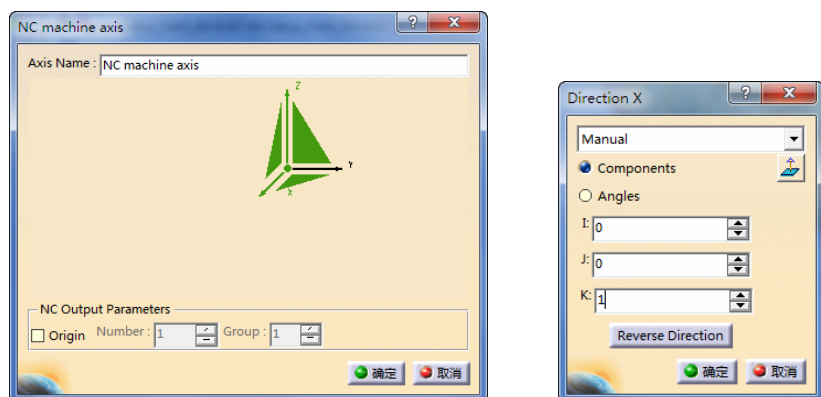

图 7-8 X 轴方向设定（1）
- 单击对话框中的 X 轴，系统弹出“Direction X”对话框，设置 X 轴方向设定（1）如图 7-8 所示。单击“确定”按钮完成设定。